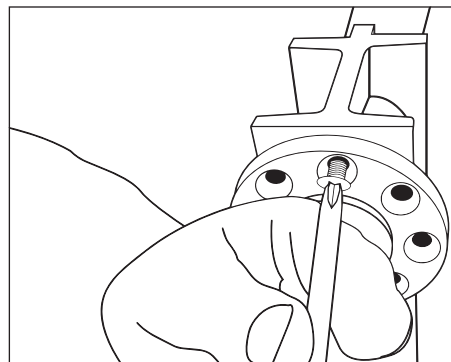

IMAGEN 6
1. Destornille y remueva los tornillos de ajuste de la placa (Imagen 6).